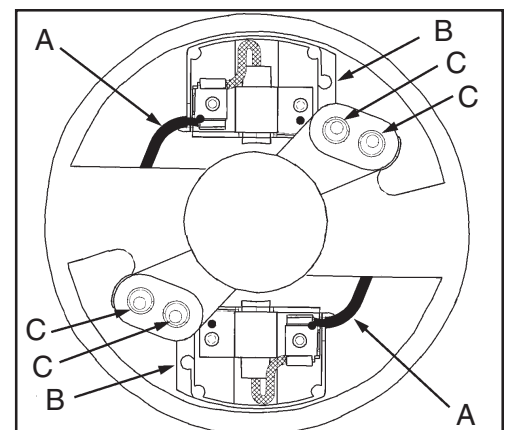

Figure 15
3. Pour remplacer les balais, débranchez le fil inducteur (A) du porte-balai (B). Puis enlevez les deux vis et rondelles (C) fixant le porte-balai au bâti du moteur. Voir Figure 15.